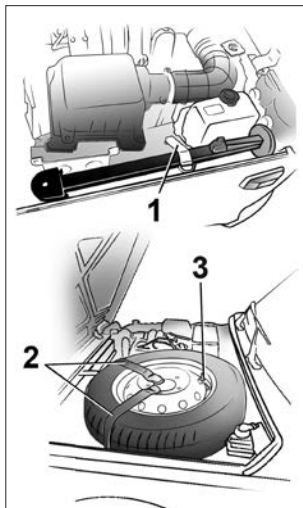

Рис. 45. Укладка и крепление домкрата и запасного колеса
- уложите домкрат и запасное колесо, как показано на рис. 45, и закрепите их эластичными ремнями **1** и **2**.